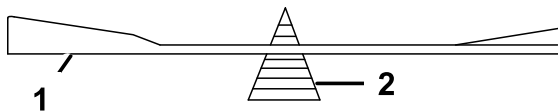

Figura 60
- Verifique el equilibrio de la cuchilla colocándola sobre un equilibrador de cuchillas (Figura 60).